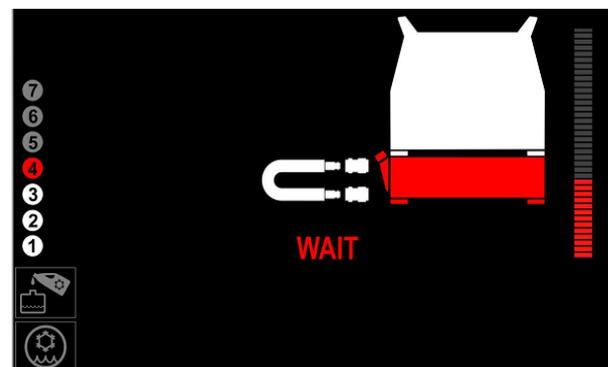

Figura 17
- Attendere finché il liquido refrigerante non percorre l'intero circuito all'interno dell'impianto di raffreddamento, ritornando nel serbatoio (Figura 17 o 25).